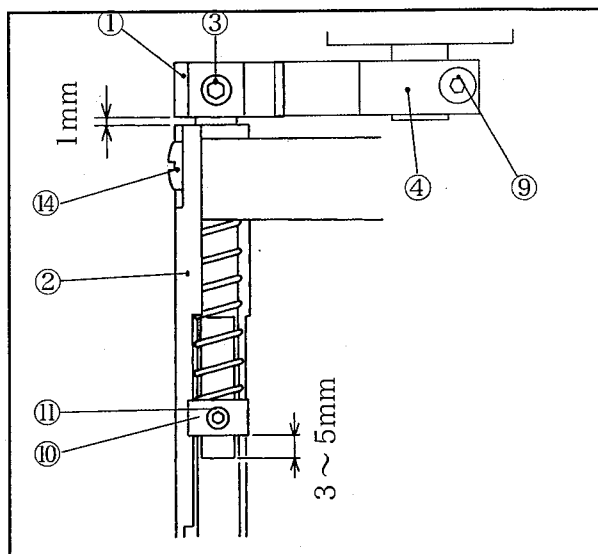
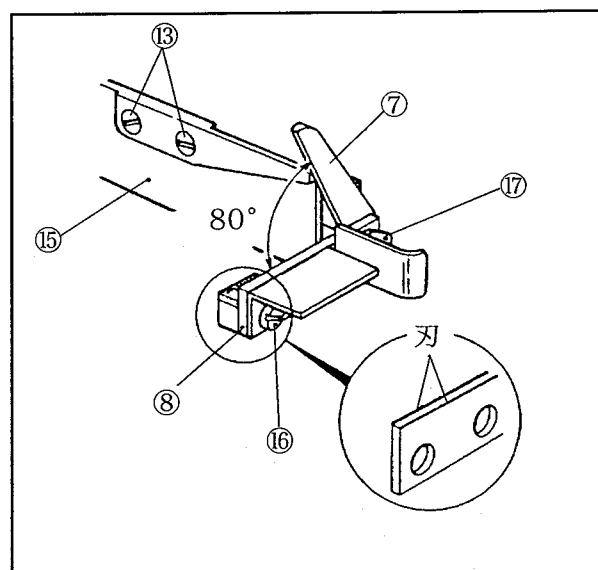

図8
図10
- 1) 上メス⑦と下メス⑧のかみ合い圧力は上メス軸部の平当り面の端から上メスカラー⑩までの寸法を3～5mmになるように止メネジ⑪を締めてください。(図8)
- 2) 従ギヤ①と上メス台②のすきまが1mmとなるように止ネジ③を上メス軸後端の平当たり部で締めてください。(図8)
- 4) 上メス⑦の静止位置は下メス⑧より上に約80°になるよう、駆動ギヤ④の止ネジ⑨を緩めて、上メス⑦を調整してください。(図8、図10)
- 1) 止ネジ⑬2個と図8の止ネジ⑭を取り外します
- 2) メス装置⑮を取り外します。
- 3) 止ネジ⑯2個と⑰を取り外す
- 4) 下メス⑧を交換します。